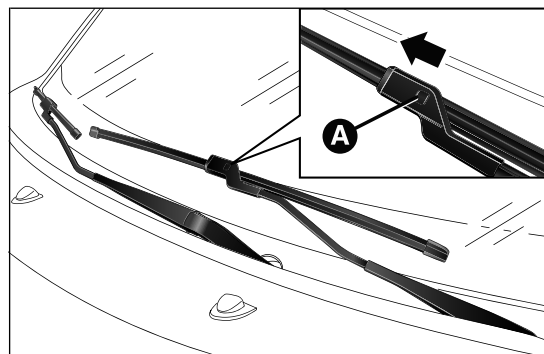

fig. 205
- ☐ levantar el brazo del limpiaparabrisas, pulsar la lengüeta A fig. 205 del muelle de enganche y extraer la escobilla del brazo;